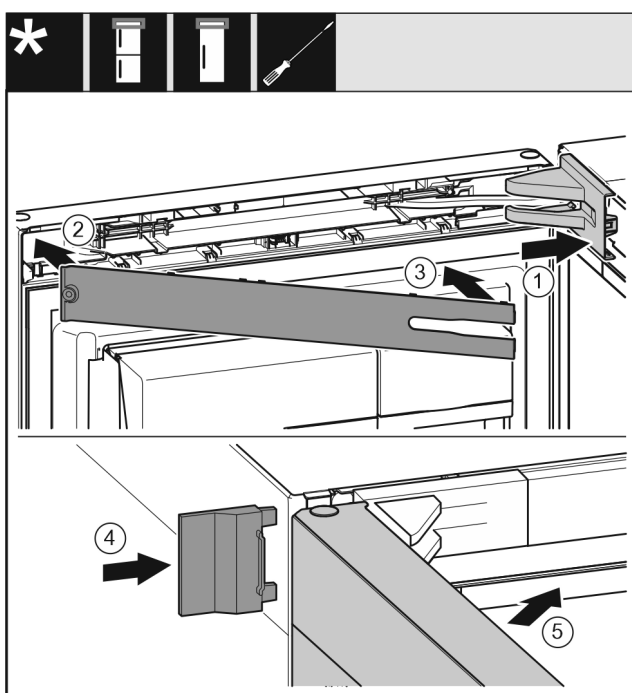

Fig. 51
- ▶ Anbring hængselkonsollens afdækning, og sørg for, at den går i indgreb, tryk den eventuelt forsigtigt fra hinanden. Fig. 51 (1)
- ▶ Sæt afdækningen på. Fig. 51 (2)
- ▶ Sving afdækningen ind, og lad den gå i indgreb. Fig. 51 (3)
- ▶ Sæt den udvendige afdækning på. Fig. 51 (4)
- ▶ Luk den øverste dør. Fig. 51 (5)